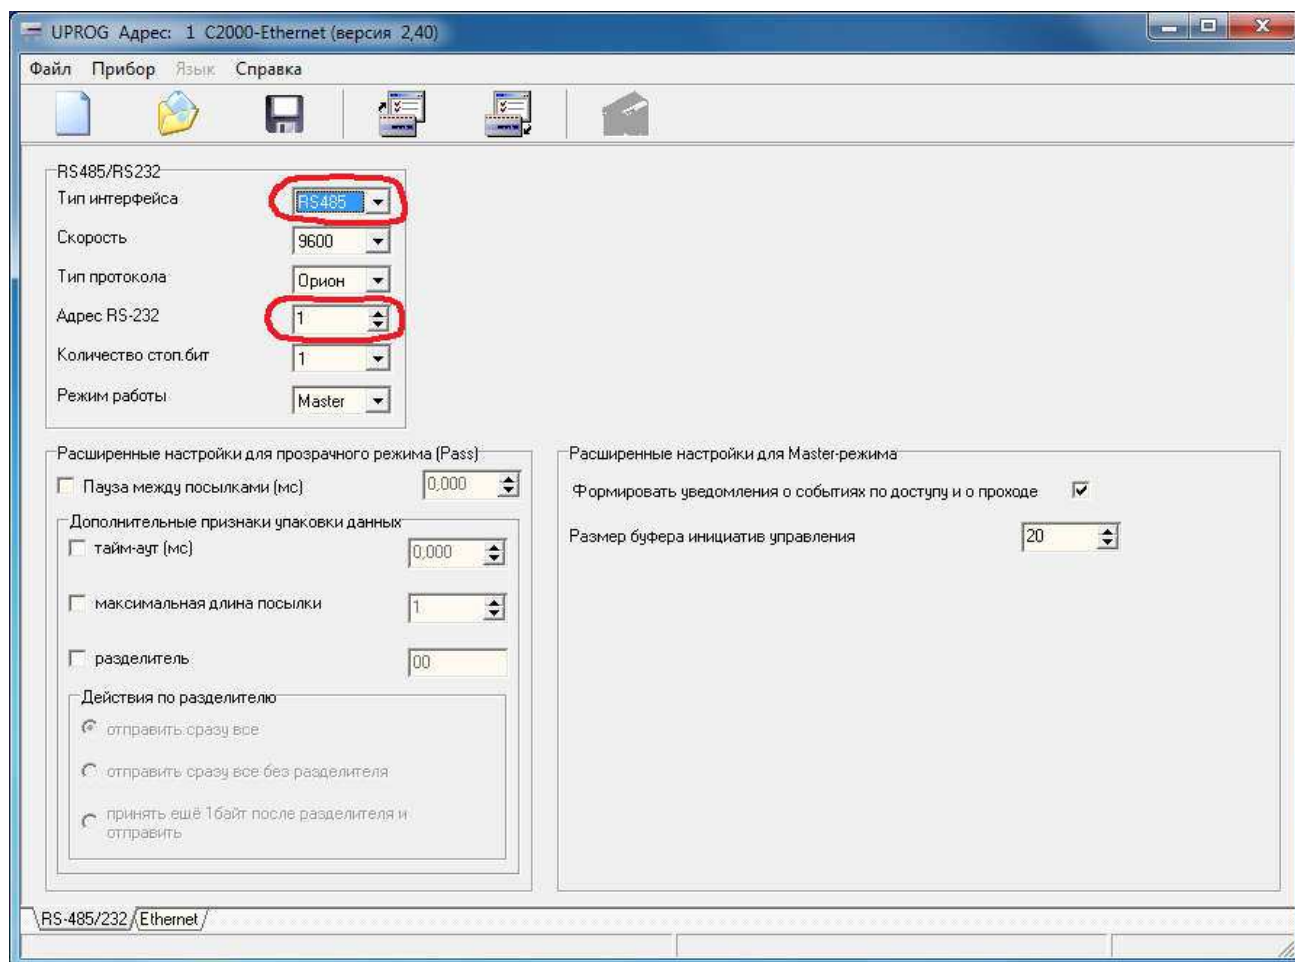

Рис.4. Параметры настройки C2000-Ethernet, страница RS-485/232.
- 4) Выбрать нужный прибор «C2000-Ethernet» в списке и нажать кнопку «Выбрать». Конфигурация «C2000-Ethernet» загрузится и станет доступной для редактирования (см. рисунок 4);
При редактировании параметров конфигурации прибора, устанавливается номер COM-порта. Он указывается в параметре «Адрес RS-232» (см. рисунок 4).
После выполнения конфигурирования джампер прибора выставляется в любой режим работы отличный от «Config». Реальный режим работы прибора задаётся в параметрах конфигурирования на странице RS-485/232 (см. рисунок 4). Его нужно установить значением «Master».